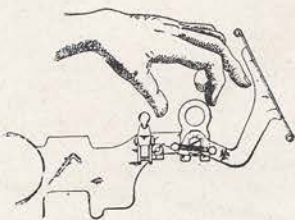

Fig. 2
12. **Tabulatortaste** (Die Steller befinden sich hinten an der Maschine: Fig. 2, Nr. 39).
2. Die Papier=Auslösung ⁽²²⁾ Abbildung 2